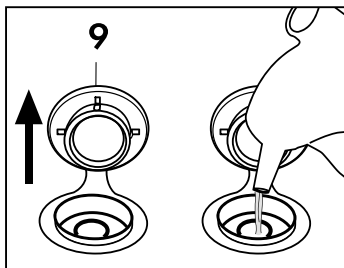

Fig. 7
Aprire manualmente il tappo di riempimento acqua (9); capovolgere la bottiglia sul foro della caldaia, vuotare l'acqua all'interno di essa; . Successivamente, quando il serbatoio è pieno d'acqua, chiudere il tappo (9) (Fig. 7)